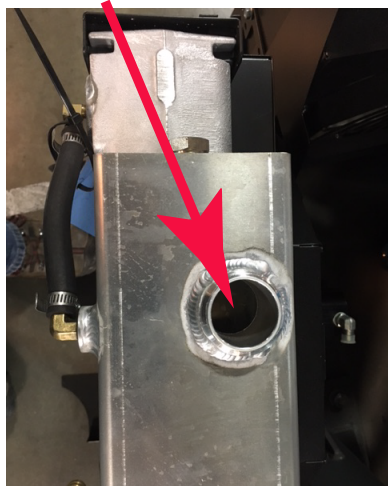

Figure 7. Ajout de liquide de refroidissement moteur
4. Versez lentement le liquide de refroidissement du moteur (Dexcool ou liquide de refroidissement longue durée uniquement) dans le radiateur (Figure 7) jusqu'à ce qu'il soit à plein niveau comme vu à travers le voyant.